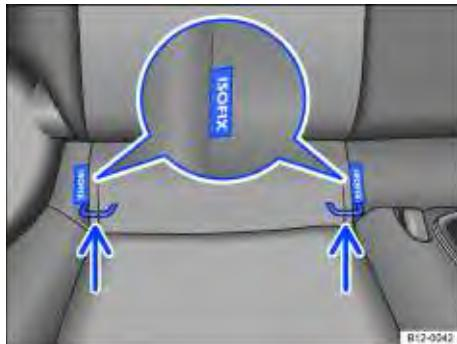

Fig. 51 No banco do veículo: identificação dos pontos de ancoragem inferiores para cadeiras de criança.
Os 2 olhais de retenção para cada cadeira de criança dotado do sistema ISOFIX podem ser acessados através das fendas existentes no revestimento do assento do banco traseiro → **Fig. 51**.
- Encaixar a cadeira de criança nos olhais de retenção ⇒ Fig. 51 no sentido da seta. A cadeira de criança deve engatar de forma segura e audível (click).
- Colocar a cadeira de criança sobre a superfície do banco e prender os ganchos dos cintos de fixação nos olhais de retenção ⇒ Fig. 51, caso os cintos de fixação sejam fornecidos junto com a cadeira de criança.